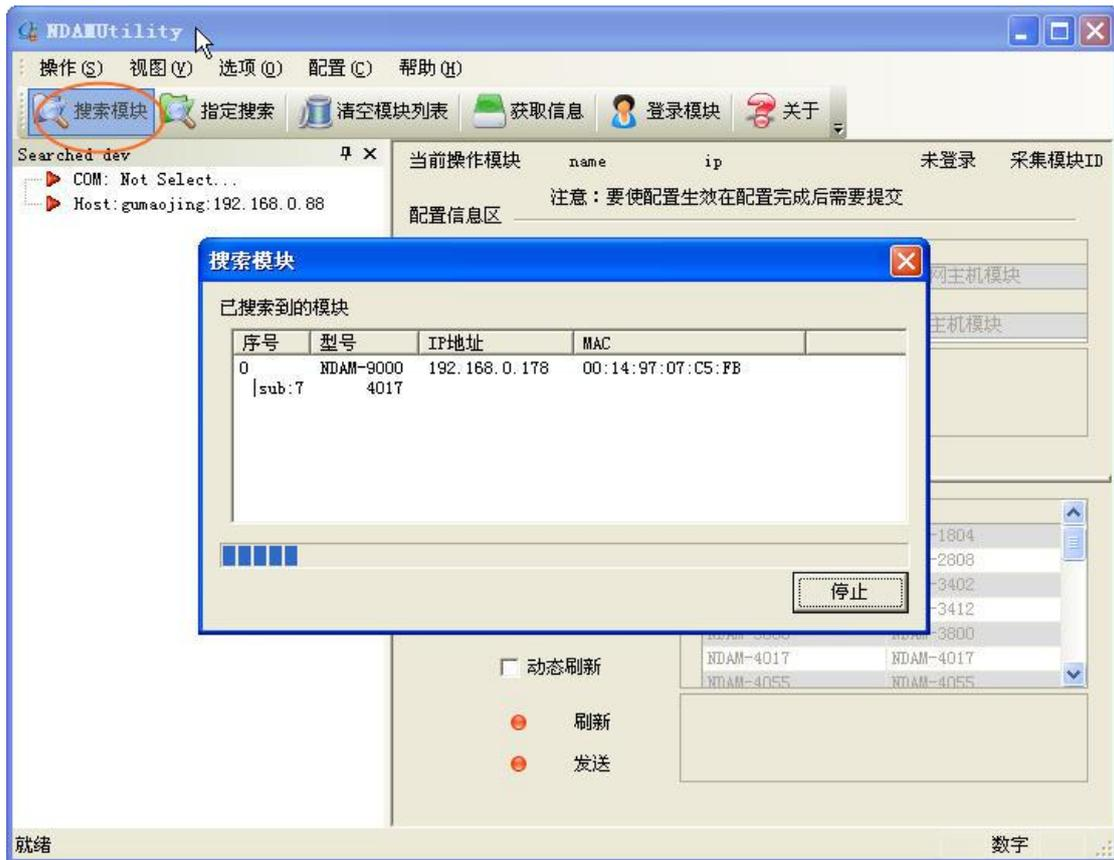

图 6.3 搜索设备
- 2) 单击界面中的“搜索设备”按钮，进行设备搜索，如图 6.3 所示；